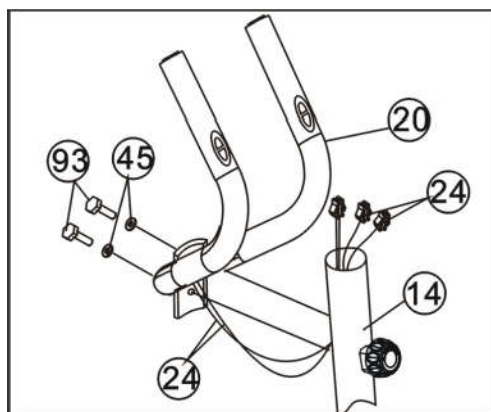

Figure 4
- a. Stecken Sie die Handpulsdrähte (24) von der Handpulsstange (20) in das Loch auf der Rückseite des vorderen Ständerrahmens (14) und ziehen Sie sie dann aus dem oberen Loch des vorderen Ständerrahmens (14) heraus.
- b. Befestigen Sie die Handpulsstange (20) mit zwei Stück  $\Phi$ 8-Bogendistanzstücken (45) und M8 x 16-Schrauben (93) an der Nut des vorderen Ständerrahmens (14). (Siehe Abbildung 4)